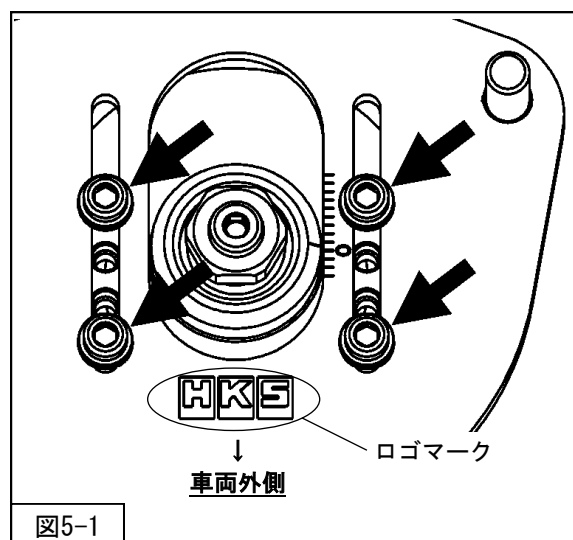

図5-1
2. キャンバー調整ボルト（4ヶ所）をゆるめてください。（図5-1矢印部分）